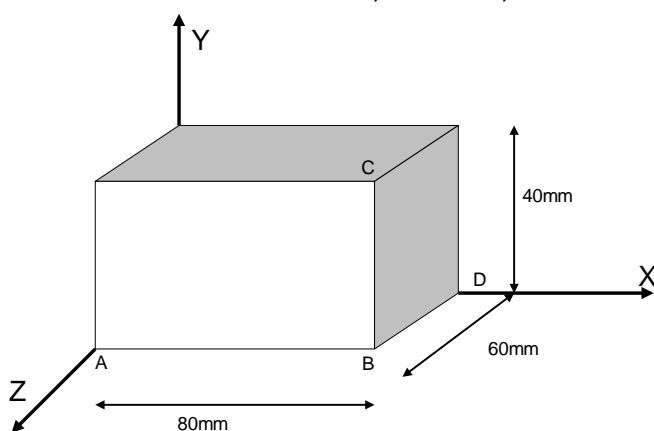

Figura 2.40
2.6.4 A Figura 2.40 mostra um bloco de aço submetido a ação de uma pressão uniforme em todas as faces. Mediu-se a variação do comprimento AB que foi de $-24 \mu\text{m}$. $E=200\text{GPa}$ e $\nu=0,29$. Determinar: